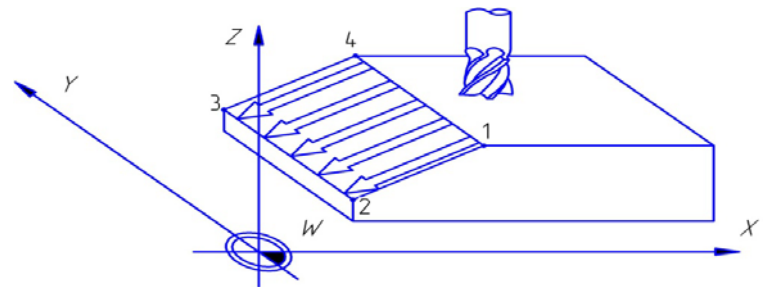
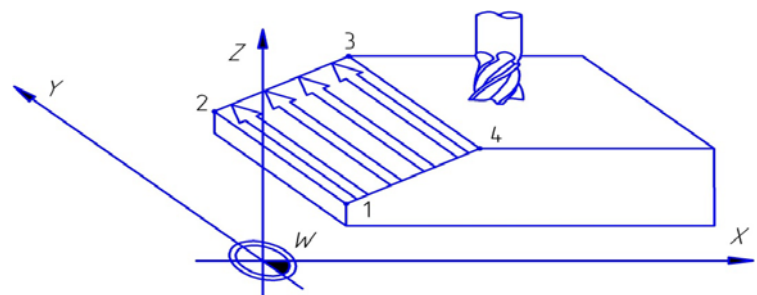

Рис. 5.7. Фрезерование поверхности заготовки, наклонной к оси X
Рис. 5.8. Фрезерование поверхности заготовки, наклонной к оси Y
Построчным фрезерованием заготовки концевой фрезой с наклоном к оси X (рис. 5.7) и наклоном к оси Y (рис. 5.8) можно оптимизировать качество поверхности путем:
- запустить мультипликацию для разных возможностей дефинирования путем нажатия одной из находящихся в распоряжении программируемых клавиш (см. рис. 5.8). УЧПУ подсвечивает нажатую клавишу другим цветом и запускает соответствующую мультипликацию;